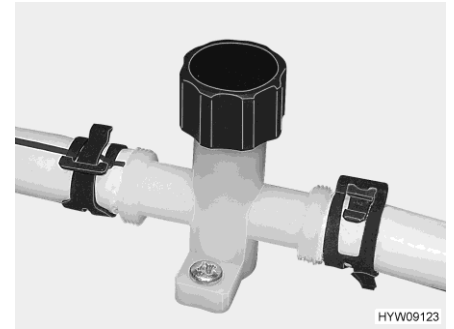

Bild 127 Ablasshahn (Wasserleitung)
- Alle Ablasshähne (Bild 127) schließen. Dazu die Kappen im Uhrzeigersinn zudrehen bzw. den Kipphebel waagrecht stellen. Das Sicherheits-/Ablassventil und die Ablasshähne sind im Sitzbankkasten bzw. unter einer Bodenklappe eingebaut.